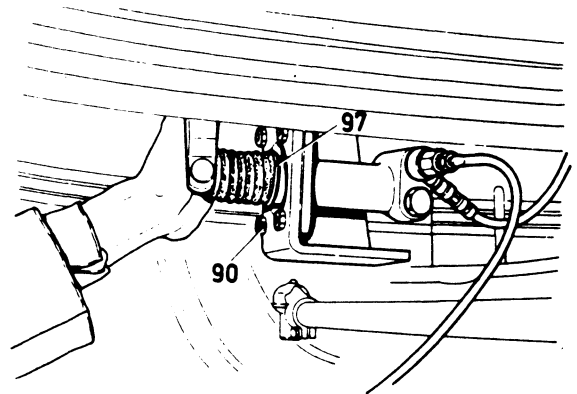

Fig. 11
6. Laat nu de zuiger (94) van de hulpcilinder (92) **zeer langzaam** terugkomen; neem hiervoor ongeveer 60 seconden de tijd (fig. 11).